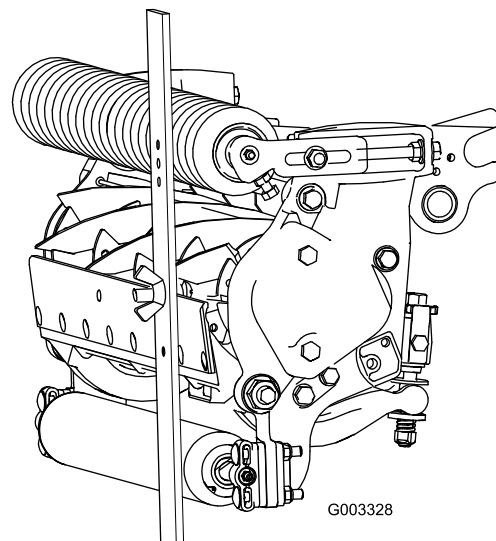

Figure 16
3. Accrochez la tête de la vis sur le bord tranchant de la contre-lame et appuyez l'arrière du gabarit contre le rouleau arrière (Figure 16).
4. Tournez la vis de réglage jusqu'à ce que le rouleau avant touche le gabarit (Figure 16). Réglez les deux